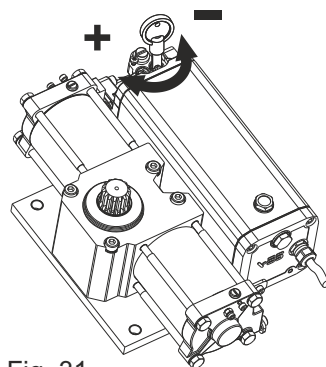

Fig. 31
- Obrar sobre las válvulas by-pass con la llave apropiada, en dotación a los instaladores, en sentido retrógrado para aumentar la fuerza y en sentido directo para reducirla (Fig. 31)